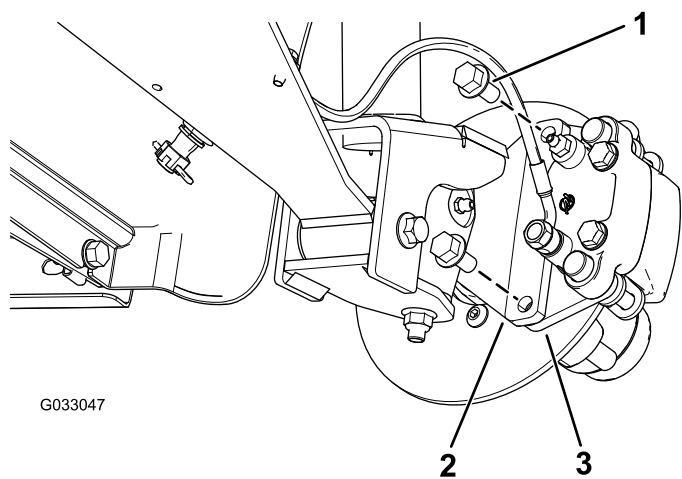
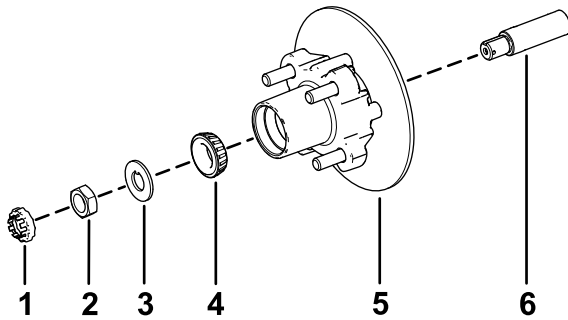

Figura 29
Figura 33
3. Retire os parafusos de cabeça flangeada ($\frac{3}{8} \times \frac{3}{4}$ pol.) que prendem o suporte para o conjunto dos travões ao eixo e afaste o travão do eixo (Figura 29).
1. Aplique uma leve camada do lubrificante especificado no eixo (Figura 33).
2. Monte o cubo e o rotor no eixo com o rotor interior (Figura 33).
3. Monte o rolamento exterior no eixo e coloque o rolamento na correia exterior (Figura 33).
4. Monte a anilha com patilha no eixo (Figura 33).
5. Enrosque a porca do eixo no eixo e aperte a porca com 15 N·m, enquanto roda o cubo para assentar o rolamento (Figura 33).
2. Alinhe as pastilhas dos travões com cada lado do rotor (Figura 29) e os orifícios no suporte da pinça com os orifícios na montagem dos travões da estrutura do eixo (Figura 33).
3. Prenda o suporte da pinça à estrutura do eixo (Figura 29) utilizando os dois parafusos de cabeça flangeada ($\frac{3}{8} \times \frac{3}{4}$ pol.)